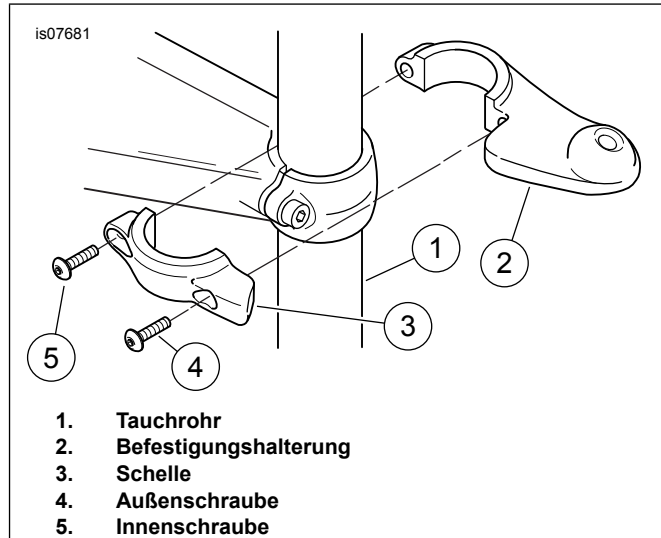

Abbildung 1. Befestigungshalterung an Tauchrohr befestigen (rechte Seite dargestellt)
1. Siehe Abbildung 1. Die rechte Befestigungshalterung (2) mit der rechten Schelle (3) und zwei Innensechskantschrauben (4-5) auf dem Tauchrohr (1) einbauen. Die Außenschraube (4) auf ein Drehmoment von 8–9 N·m (70–80 in-lbs) anziehen. Die Innenschraube (5) auf ein Drehmoment von 8–9 N·m (70–80 in-lbs) anziehen.